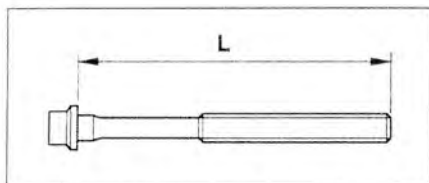

Рис. 2.41. Проверка длины болтов крепления головки блока цилиндров.
23. Проверьте длину L болтов головки блока цилиндров, при необходимости замените (рис. 2.41). Номинальная длина L: 102...105 мм.